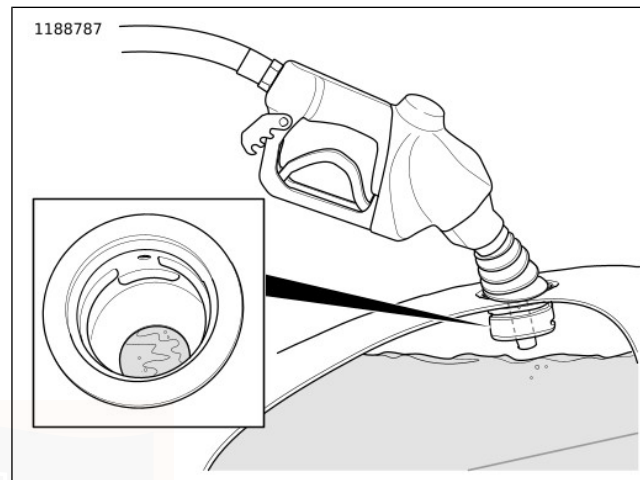

Figure 8. Niveau du carburant en dessous du goulot de remplissage
4. Remplir le réservoir. N'utiliser que le carburant recommandé. Voir AVANT DE CONDUIRE > INFORMATIONS DU CIRCUIT DE CARBURANT (Page 37). Ne pas trop remplir le réservoir de carburant. Introduire la buse de la pompe dans l'orifice de remplissage. Ne pas remplir le réservoir plus haut que le bas du goulot de remplissage. Voir Figure 8. Un moteur chaud, le soleil ou des températures extrêmes peuvent causer l'expansion du carburant. Le carburant peut se déverser du réservoir et endommager la finition. Voir LA SÉCURITÉ AVANT TOUT > CONSIGNES DE SÉCURITÉ DE FONCTIONNEMENT (Page 3).